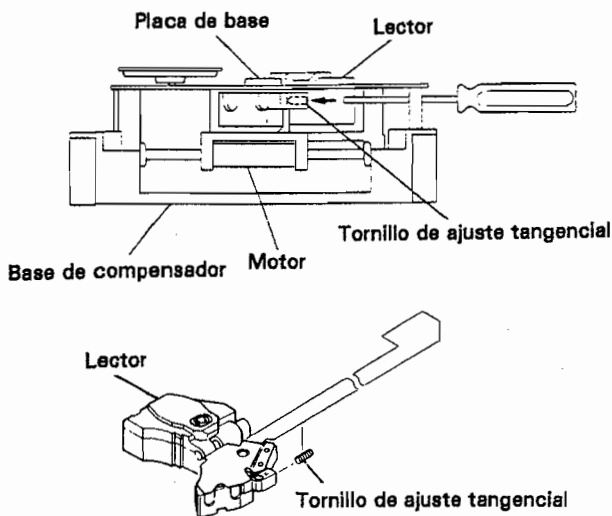

Figura 7-9
- Nota: No utilice un destornillador de cabeza hexagonal de tipo L. Use un destornillador recto como se muestra en la figura 7-9. Si solamente se dispone de un destornillador de tipo L, la bandeja debe extraerse (refiérase al ítem 1 para el ajuste de rejilla en el procedimiento 5 en la página 69).